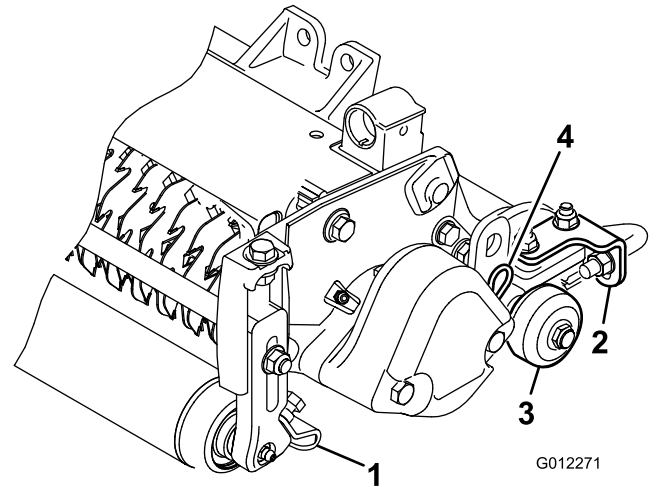

图6
1. 松开固定滚筒刮刀的凸缘螺母（图6）。
在切根刀下放到底板或从主机中拆下之前，应放低行走滚筒（图6）以防止刀片接触到坚硬的表面。